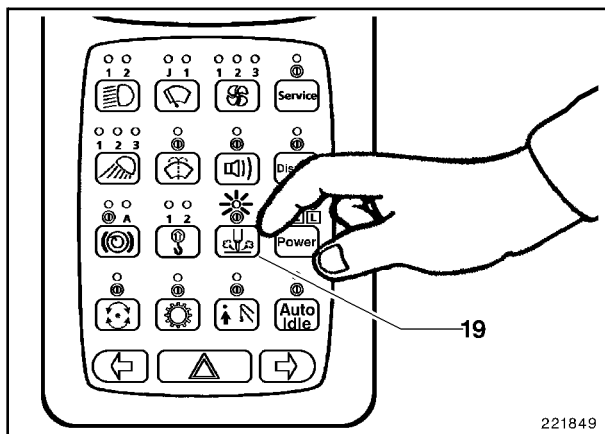

Fig. 1
- Elegir previamente la función "Martillo hidráulico" pulsando la tecla (19, Fig. 1). El diodo luminoso encima de la tecla se encenderá. El PCS conmutará al escalón **HEAVY**.